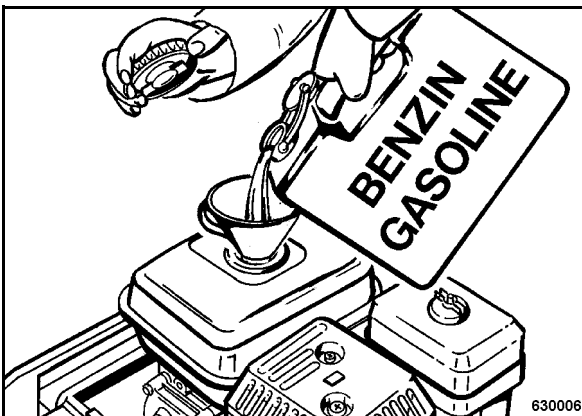

рис. 33
- Очистить окружающее пространство возле крышки наливной горловины, снять крышку наливной горловины (рис. 33).